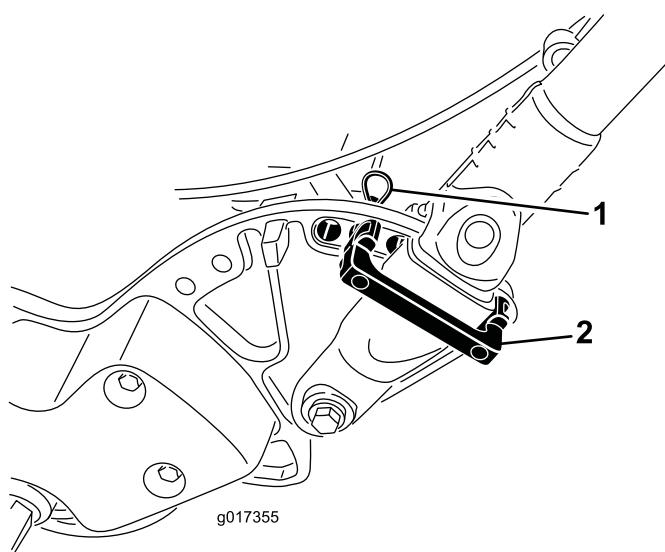

図 32
1. 機体左右のハンドルリテーナからヘアピンコッターを抜き取る図 32。
2. ハンドルを支えながら、左右のヘアピンコッターを抜き、ハンドルを希望の位置にセットする図 32。